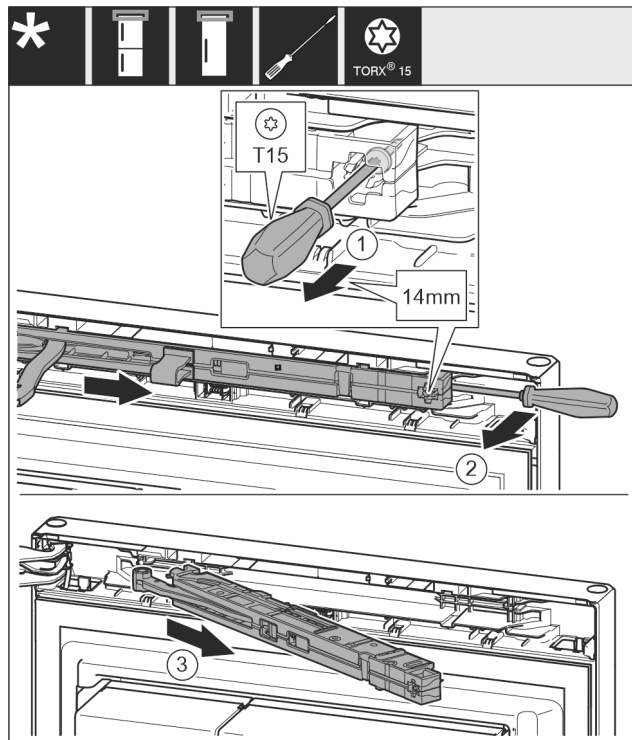

Fig. 10
- ▶ Przy pomocy śrubokręta T15 odkręcić śrubę na amortyzatorze zamykania drzwi ok. 14 mm. *Fig. 10 (1)*
- ▶ Od strony uchwyty, za amortyzator zamykania drzwi wsunąć śrubokręt i obrócić do przodu. *Fig. 10 (2)*
- ▶ Wyjąć amortyzator zamykania drzwi. *Fig. 10 (3)*